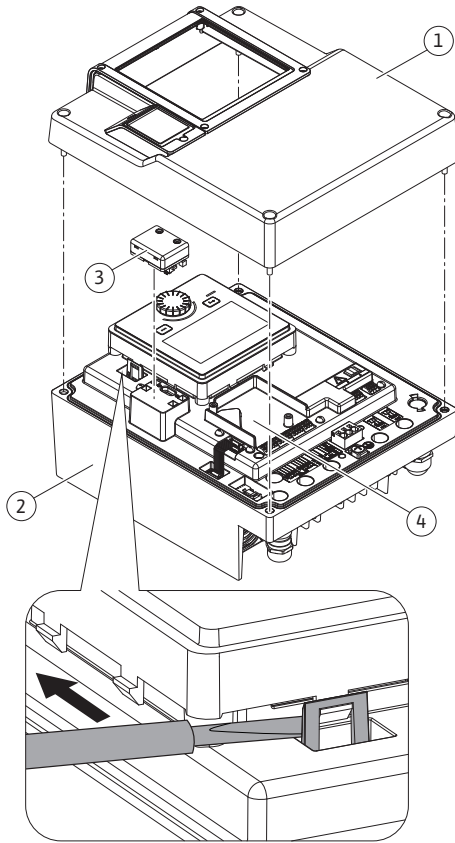
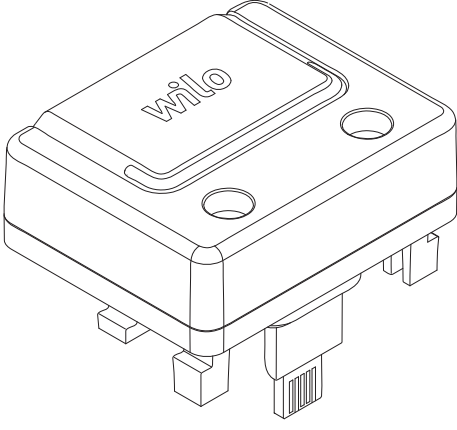

Fig. 25: Elektronik modül
Fig. 26: Wilo-Smart Connect BT modülü
1. Kancayı (Fig. 25) dikkatli biçimde bir alet ile (ör. tornavida) açın.
Wilo-Smart Connect BT modülü (Fig. 25, poz. 3 ve Fig. 26) Bluetooth arayüzü, akıllı telefonlar ve tabletler gibi mobil cihazlara bağlanmak için kullanılır. Wilo-Assistant uygulamasında Wilo-Smart Connect fonksiyonu vardır. Wilo-Smart Connect fonksiyonu ile pompa kumanda edilebilir, ayarlanabilir ve pompa verileri dışarı aktarılabilir. Ayarlar için "Devreye alma" [► 47] bölümüne bakın.
1. Elektronik modül üst kısmının dört civatasını (Fig. 25, Poz. 1; Fig. 1, Poz. 2) çözün.
3. Wilo-Smart Connect BT modülünü öngörülen Wilo-Connectivity arayüzüne takın. Bkz. Fig. 25, poz. 3.
CIF modülleri (aksesuarlar) yalnızca pompalar ve bina elektrik sistemi arasında iletişim görevi görür. CIF modülleri elektronik modüle takılıdır (Fig. 25, poz. 4)